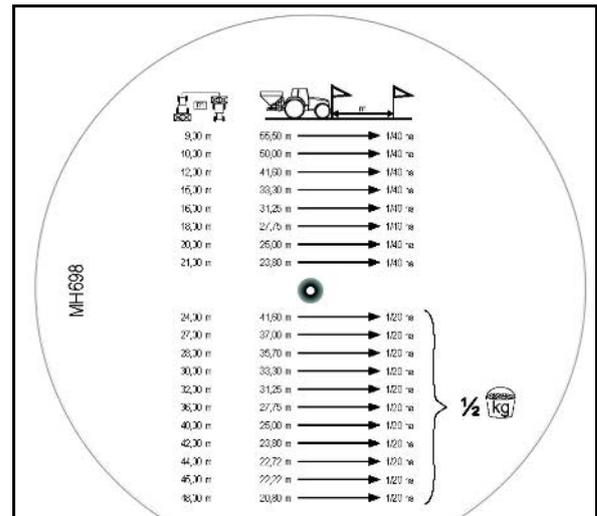

Fig. 57
1. Dispersión en límite según la normativa de abonado (Fig. 57):